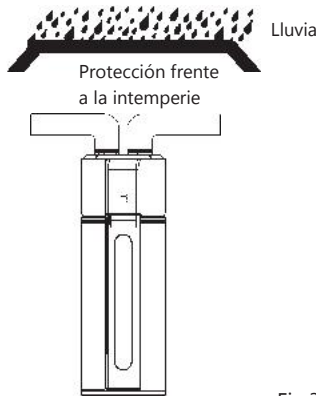

Fig.3-7
- En cuanto a las unidades que se conectan con el conducto que lleva al exterior, se deben tomar las medidas necesarias para lograr la impermeabilidad del conducto, y evitar que caiga agua sobre la parte interna de la unidad. (Fig. 3-7)